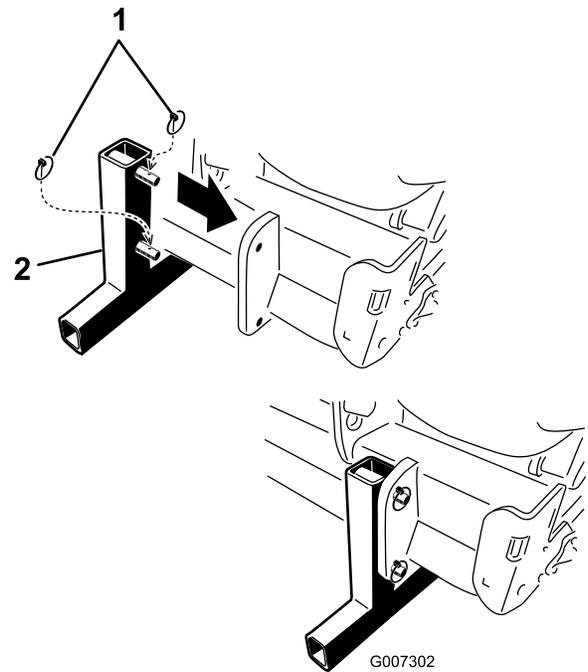

Figure 43
5. Installez les supports de rangement et fixez-les à l'aérateur avec les goupilles à anneau (Figure 43).